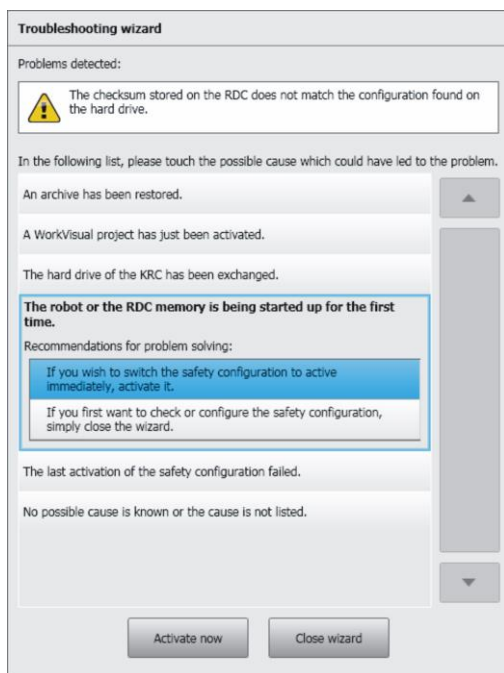

Рисунок 3.4 – Майстер усунення несправностей
- огляд можливих причин помилок відображається у вікні Майстра усунення несправностей (рисунок 3.4);